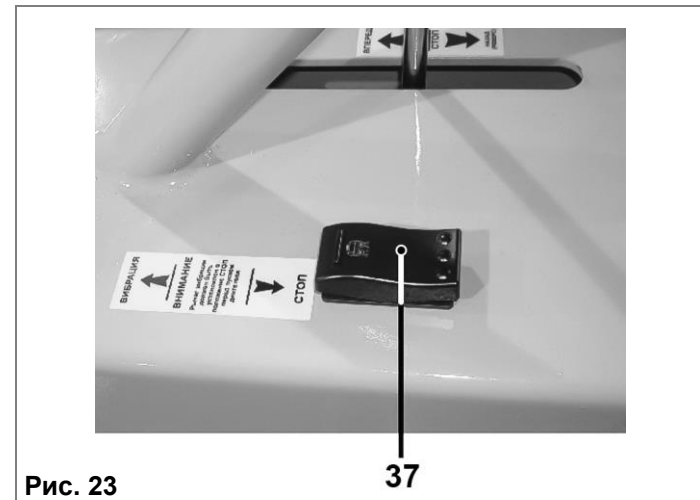

Рис. 23
– выключатель вибрации (37) в положении «СТОП» (Выключено) (Рис. 23).